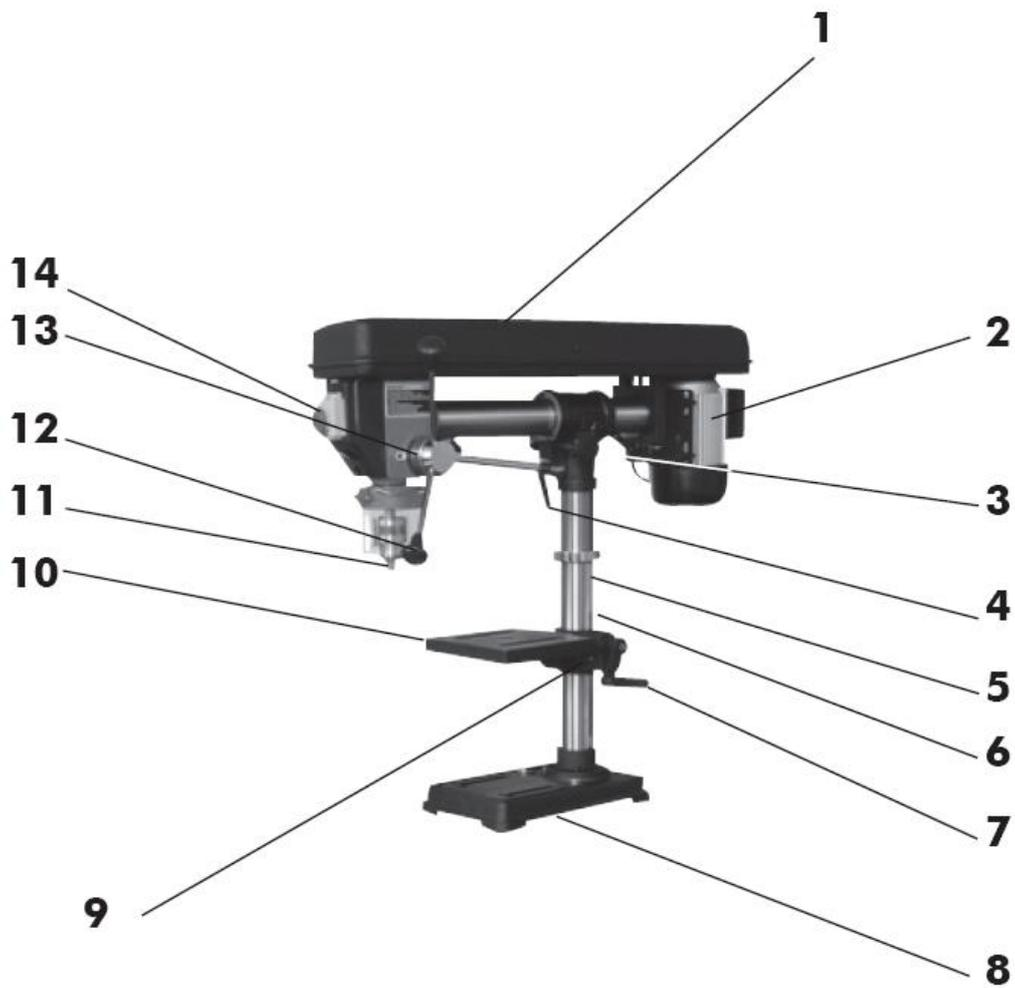

Abb. 1.2/Fig. 1.2
1.3 Description de SB 3116RMN Fig. 1.2